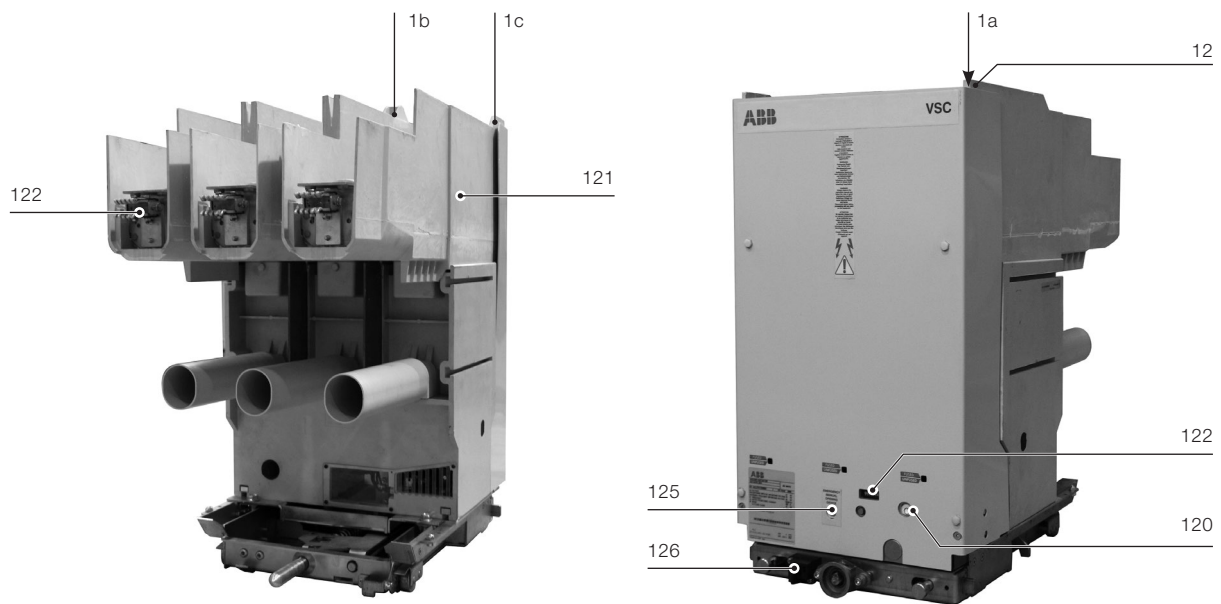
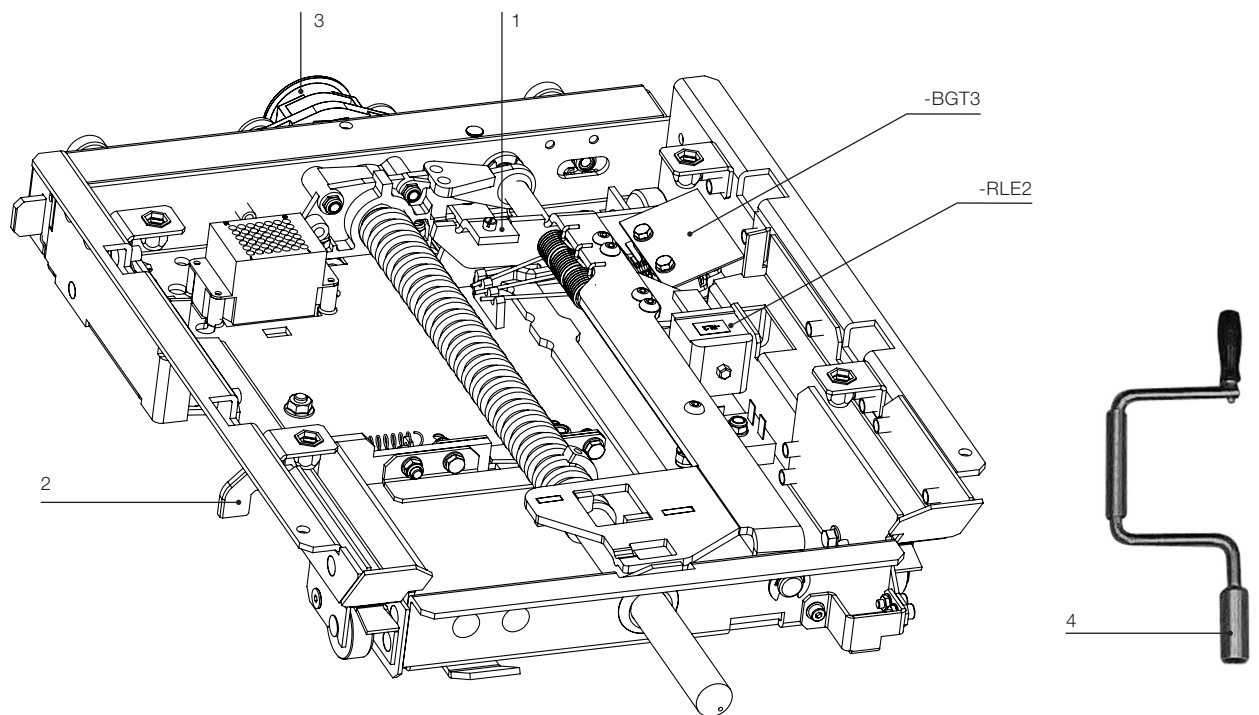

Fig. 12
Fig. 12a - Dispositivos de bloqueo en el carro de extracción.
- un portafusibles con conexiones para fusibles (121). En la parte superior están presentes los topes 1a, 1b y 1c (fig. 12 - pág. 29) para el accionamiento de los contactos del contenedor para la señalización de la posición de insertado/test/seccionado.
- una señalización mecánica abierto/cerrado (120)
- los contactos de seccionamiento a pinza de entrada y de salida (122);
- un cuentamaniobras mecánico que indica el número de maniobras efectuadas por el contactor (122);
- un dispositivo de apertura manual de emergencia también bajo media tensión (125);
- Bloqueo eléctrico que impide el cierre del contactor cuando el carro no está en las posiciones de “insertado” (200 mm), “test” (47,5 mm) y “extraído” (0 mm) (-BT3) (fig. 12a).
- Bloqueo mecánico que impide la inserción y la extracción del contactor cuando está cerrado y el cierre del contactor cuando el carro no está en las posiciones de “insertado”, “test” y “extraído” (1) (fig. 12a).
- Electroimán de bloqueo en el carro del contactor que, si falta tensión, impide la inserción o la extracción (-RLE2) (fig. 12a).
- Bloqueo mecánico que impide la inserción del contactor si la puerta del contenedor no está cerrada (requiere el recíproco enclavamiento en la parte fija) (126).
- Bloqueo mecánico para la posición de “test” (2) (fig. 12a).
- Bloqueo para corrientes diversas (5) (fig. 12a).